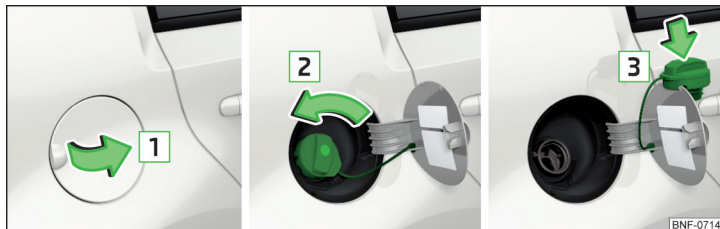

Рис. 133 Відкрийте кришку бака/вигвинтіть пробку бака/вставте пробку бака в кришку бака
- Відкрийте кришку бака в напрямку стрілки **1** » Рис. 133.